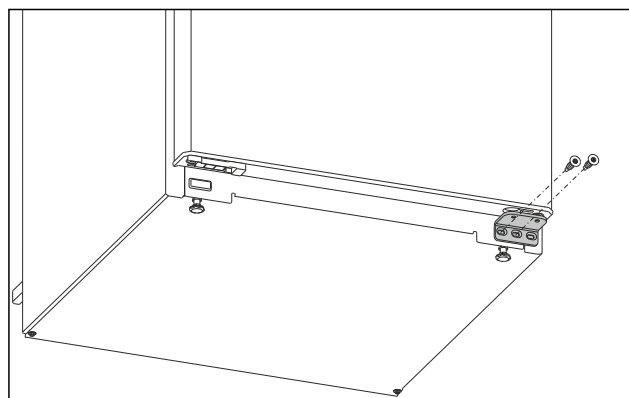

Fig. 8
- Am unteren Lagerbock die mittlere Schraube mit Schraubendreher Torx 20 herausdrehen. Fig. 8 ()
- Am unteren Lagerbock die innere Schraube mit Schraubendreher Torx 20 herausdrehen. Fig. 8 ()